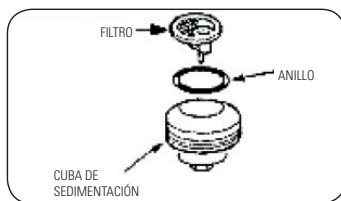

FIGURA 9.4
- C.** Reinstale el vaso y el anillo O´ring de sellado. Figura 9.4.